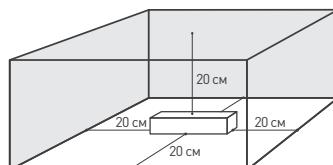

Рис. 1. Свободное пространство вокруг источника
- 4.3. Для естественной вентиляции обеспечьте не менее 20 см свободного пространства вокруг источника питания, как изображено на рис. 1. При невозможности обеспечить свободное пространство, используйте принудительную вентиляцию.